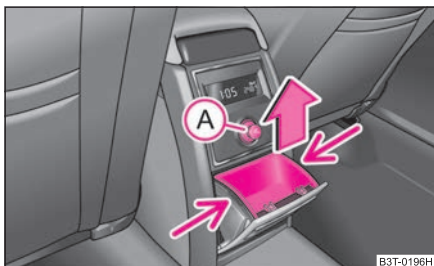

Abb. 89 Mittelkonsole:
- Fassen Sie den Einsatz an den mit Pfeilen gekennzeichneten Stellen ⇒ Abb. 89 an und nehmen Sie ihn heraus.
- Drücken Sie den Anzünderknopf (A) ⇒ Abb. 89 oder (B) ⇒ Seite 87, Abb. 88.